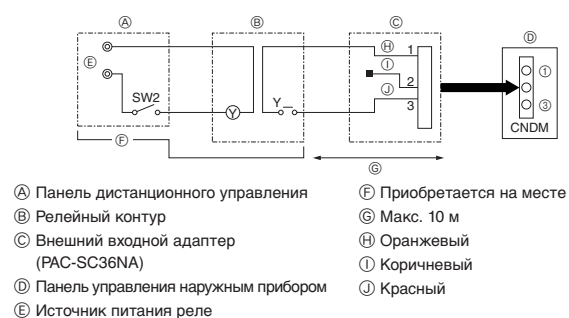

Fig. 9-2
- ① При использовании внешнего входного адаптера (PAC-SC36NA) (поставляется отдельно) дополните электросхему как показано ниже.
9.2. Функция по запросу (модификация на месте) (Fig. 9-2)
- ① Включите “Адаптер внешнего входа (PAC-SC36NA)” в контур, как показано на схеме слева.
- ② Путем переключения SW7-1 на плате контура управления наружным прибором, можно задать следующие ограничения потребляемой мощности (по сравнению с номинальной мощностью).